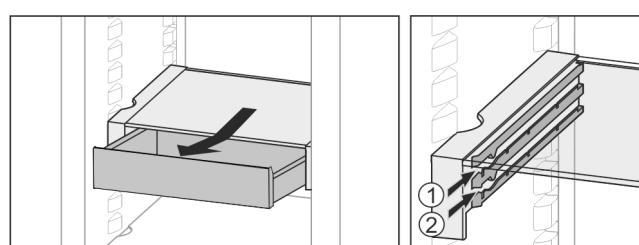

Fig. 18
► Zasuňte v libovolné výšce Fig. 18 (1) nebo Fig. 18 (2).